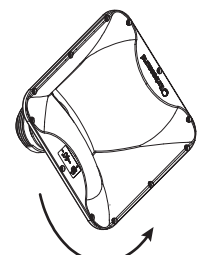

Fig. 5
6. Drehen Sie das Horn, um das gewünschte Abdeckungsmuster zu erreichen (Abb. 5).